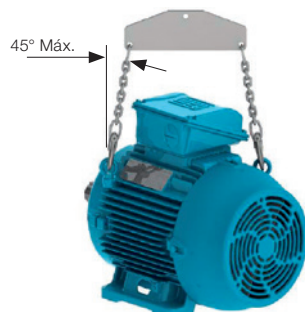

Figura 7 - Ângulo máximo resultante para motores com dois ou mais olhais de içamento
- Motores com olhais verticais, conforme Figura 7, o ângulo máximo resultante deve ser de 45° em relação ao eixo vertical. Recomenda-se a utilização de uma barra separadora (spreader beam), para manter o elemento de içamento (corrente ou cabo) no eixo vertical e evitando danos à superfície do motor.